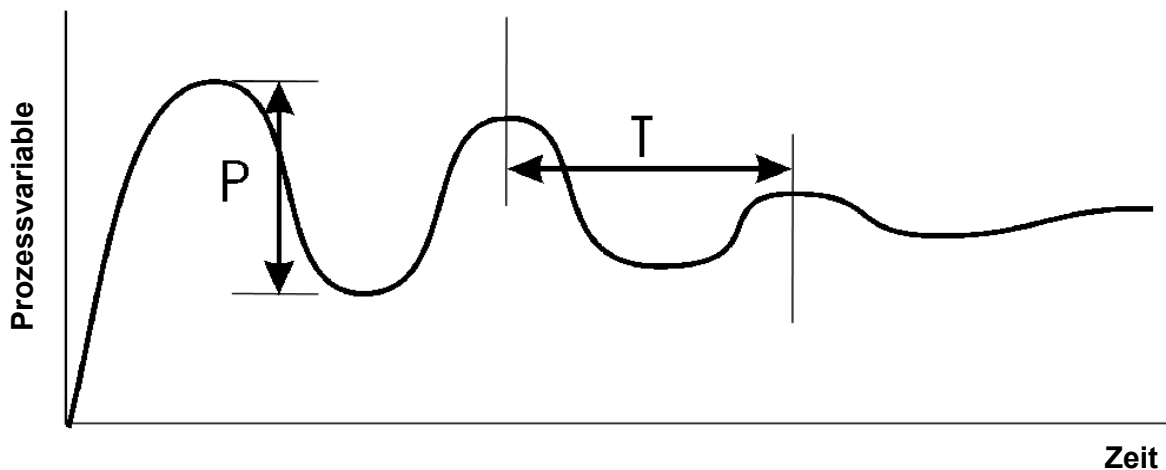

Bild 35 - Manuelle Regelungabstimmung
1. Stellen Sie den Sollwert (SP) auf den normalen Betriebswert ein (oder auf einen niedrigeren Wert, falls ein zu starkes Überschießen des Istwertes für den Prozess schädlich sein könnte).
2. Wählen Sie EIN / AUS-Regelung (d.h. Einstellung  $P_{b-P} = 0$ , Proportionalband (PB) = 0%).
3. Starten Sie den Prozess. Die Prozessvariable bzw. der Istwert "schwingt" um den Sollwert herum. Beachten Sie (a) die Spitze zu Spitze -Abweichung im ersten Zyklus, d.h. den Unterschied zwischen dem höchsten Wert beim ersten Überschwingen und dem niedrigsten Wert beim ersten Unterschwingen, und (b) den Zeitwert dieser Schwingung (T) in Minuten. Siehe auch Bild 35 - manuelle Einstellung.